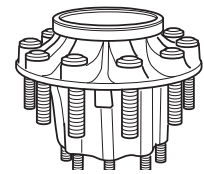

Figure 3
3. Lubrifiez le cône de roulement interne avec le même lubrifiant que celui qui sera utilisé dans le moyeu et installez-le dans la bague de roulement intérieure (voir figure 3).